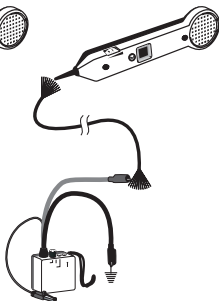

Abbildung 2b.
- b. Einzelne Ader/Kabelverfolgung: Die ROTE Messleitung an die betreffende Leitung und die SCHWARZE Messleitung an Erde oder Masse anschließen. Siehe Abbildung 2b.